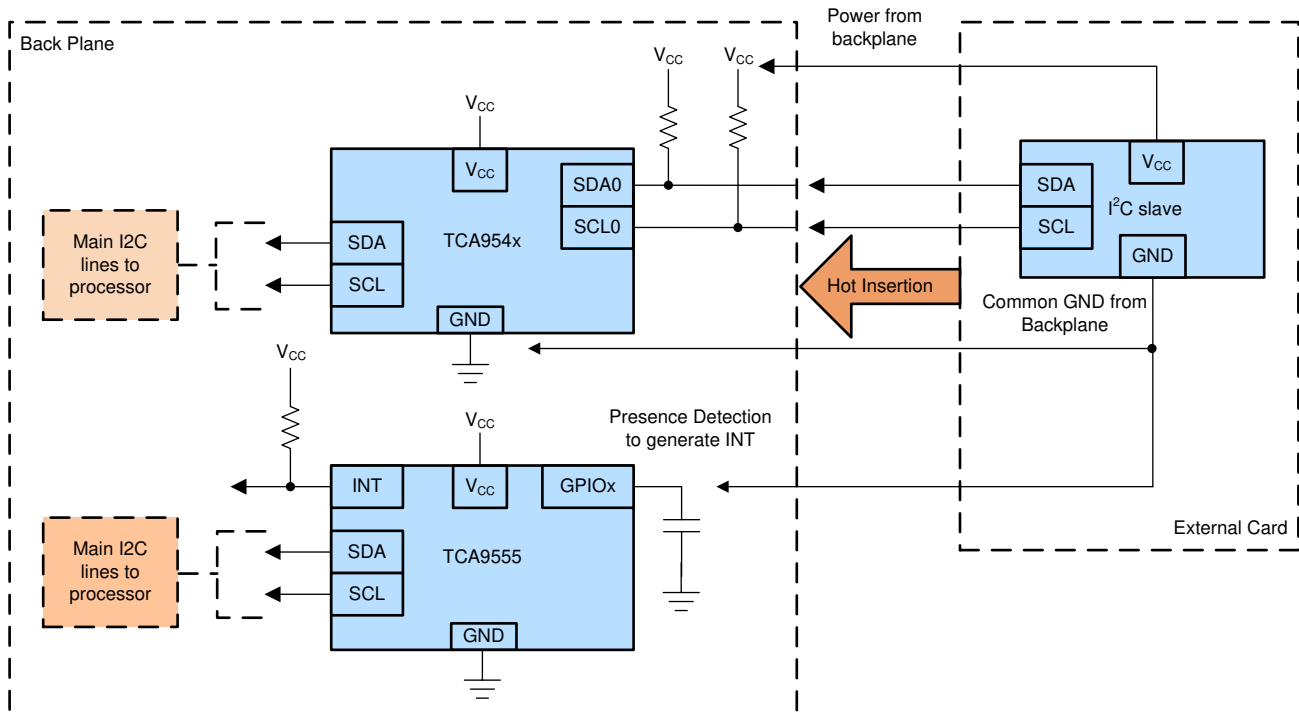

图 3-1. 背板上的分立式热插入支持
可以使用 I2C 开关或具有使能引脚的 I2C 缓冲器来实现一种防止热插入事件期间发生毛刺干扰的分立式方法。这可以通过将 I2C 开关或缓冲器设计为位于背板边缘来实现。对于 I2C 开关，应将存在检测信号置于外部卡上并馈入背板中断检测系统。这会告知处理器何时将外部卡连接到背板，并可从下游 I2C 从器件中提取数据。图 3-1 展示了一个通过将存在检测信号馈送到 TCA9555 输入来实现此目的的示例。通过使用 TCA954x ( I2C 开关 ) 和 TCA9555 ( I2C I/O 扩展器 ) 上的备用通道进行中断检测，该设置允许插入多个卡。但是，如果处理器有未使用的 GPIO，则不需要 TCA9555。
- 图 3-1 中的开关可替换为 I2C 电平转换器或具有使能引脚的 I2C 缓冲器。